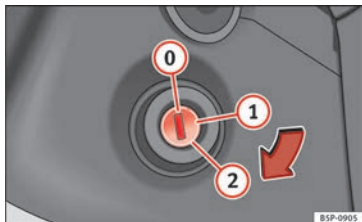

Fig. 122 Posiciones de la llave de contacto.
En esta posición ►► fig. 122 el encendido y el motor están desconectados, pudiéndose bloquear la dirección.
- Gire la llave de contacto hasta la posición » **fig. 122 ①.** El testigo  se encenderá en caso de precalentamiento del motor.
- En cuanto se apague el testigo, gire la llave de encendido a la posición ② para poner en marcha el motor y no pise el acelerador.
- Gire la llave de contacto a la posición » fig. 122 ①.